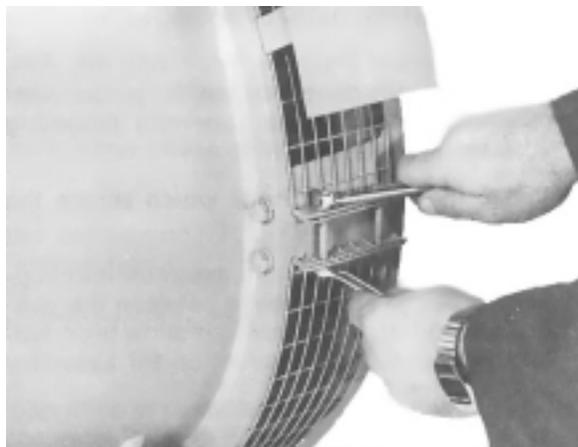

Figure 6-79
2. a. Pour les alternateurs monophasés, si la grille est montée sur la bride, dévisser les vis de fixation et la démonter (Figure 6-79) (NOTE: Ne pas enlever la tôle de protection si la grille en possède une).